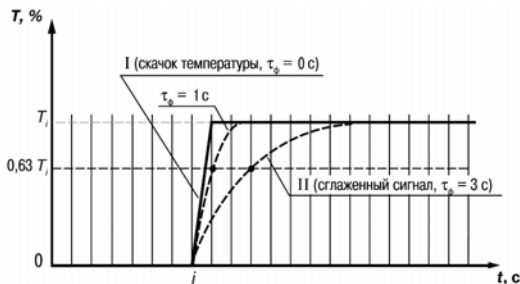

Рисунок 3.5
3.1.4.4.3 Цифровой фильтр устраняет шумовые составляющие сигнала, осуществляя его экспоненциальное сглаживание. Основной характеристикой экспоненциального фильтра является τ_{ϕ} – постоянная времени цифрового фильтра, параметр $\bar{\tau}_{\phi} F$ – интервал, в течение которого сигнал достигает 0,63 от значения каждого измерения T_i (рисунок 3.5).